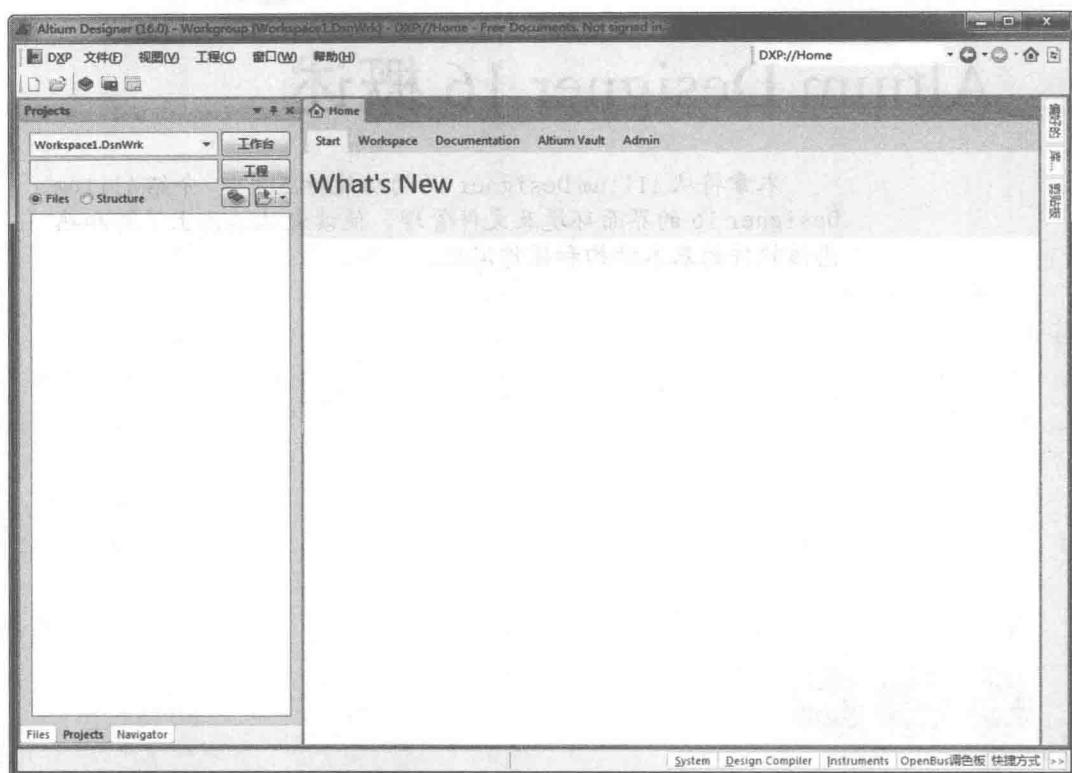

图 1-1 Altium Designer 16 的主窗口
Altium Designer 16 启动后便可进入主窗口，如图 1-1 所示。用户可以在该窗口中进行项目文件的操作，如创建新项目、打开文件等。
- “我的账户”：用于管理用户授权协议，如设置授权许可的方式和数量。单击该命令弹出“Home”选项卡，如图 1-1 右侧区域所示。